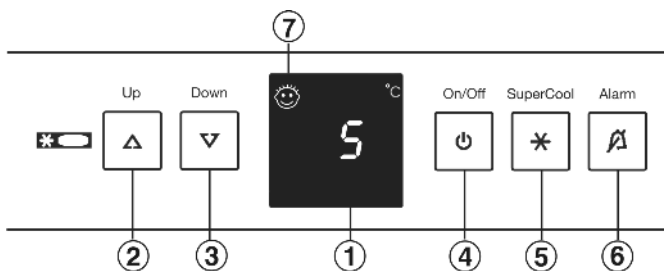

Fig. 2
- ▶ nacisnąć przycisk On/Off Fig. 2 (4).
- ▶ Aktywacja trybu regulacji: Nacisnąć i przytrzymać przycisk SuperCool Fig. 2 (5) przez ok. 5 s.
- ▶ Przyciskiem ustawiania Up Fig. 2 (2) i przyciskiem ustawiania Down Fig. 2 (3) wybrać **h**.
- ▶ Potwierdzenie: krótko nacisnąć przycisk SuperCool Fig. 2 (5).
- ▶ Ustawianie jaśniejszego wyświetlacza: nacisnąć przycisk ustawiania Up Fig. 2 (2).
- ▶ Ustawianie ciemniejszego wyświetlacza: nacisnąć przycisk ustawiania Down Fig. 2 (3).
- ▶ Potwierdzenie: nacisnąć przycisk SuperCool Fig. 2 (5).